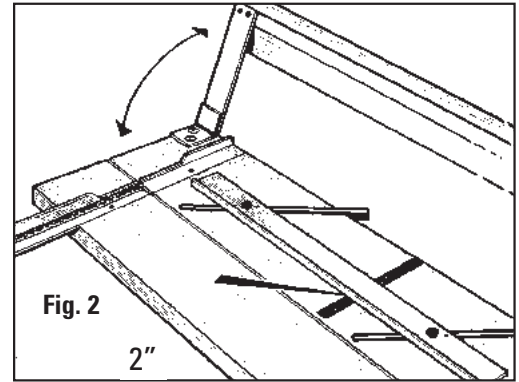

Fig. 2
2. Réglez le guide de passe-partout à la largeur de bordure souhaitée. Par exemple, pour une bordure de 2 pouces (5,08 cm), alignez l'avant du guide de passe-partout au niveau du repère de 2 pouces et serrez les boutons noirs. **Fig. 2**
2. Stellen Sie die Passepartout-Führung auf die gewünschte Randbreite ein. Für einen 5 cm breiten Rand richten Sie die Vorderseite der Passepartout-Führung bei der 5 cm (2 Zoll) Markierung aus und ziehen die schwarzen Knöpfe fest. **Abb. 2**
2. Ajuste la Guía de la Lámina Perimétrica a la anchura de franja deseada. Por ejemplo para una franja de 2" alinee el frente de la Guía de Lámina Perimétrica en la marca de 2" y apriete las perillas negras. **Fig. 2**